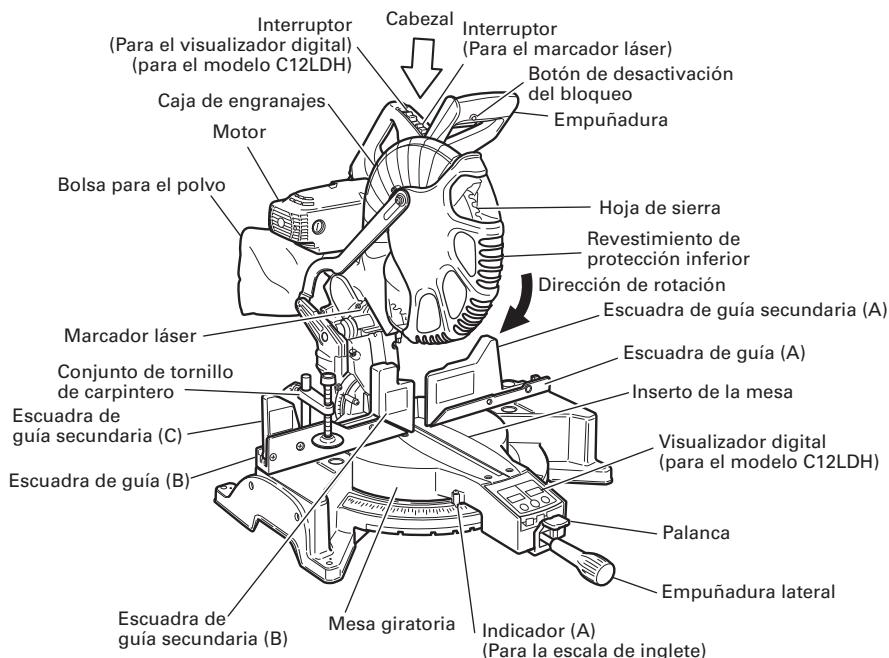

Fig. 1
Fije la bolsa para el polvo y el conjunto de tornillo de carpintero como se indica en la Fig. 1 y Fig. 2.
**⚠ ADVERTENCIA:** Tenga presente la reacción del cabezal del motor (Fig. 1) cuando se active freno.